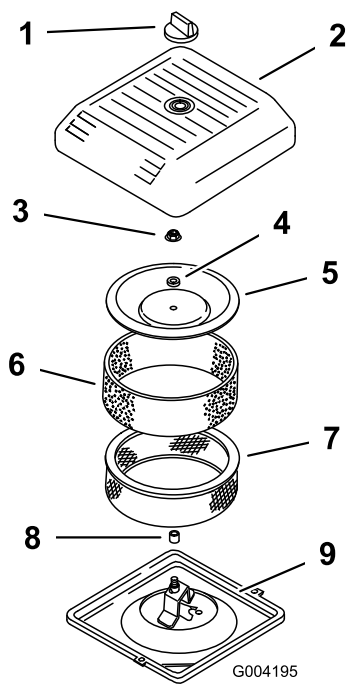

Figura 44
3. Desenrosque el pomo y retire la tapa del limpiador de aire (Figura 44).
4. Deslice cuidadosamente el prefiltro de gomaespuma para separarlo del elemento de papel (Figura 44).
5. Desenrosque la tuerca de la tapa y retire la tapa, el espaciador y el filtro de papel (Figura 44).
2. Coloque el conjunto del limpiador de aire sobre su base (Figura 44).
3. Instale la tapa y el espaciador y fíjelos con la tuerca de la tapa (Figura 44). Apriete la tuerca a 11 N·m (95 pulgadas-libra).
4. Instale la tapa del limpiador de aire y sujétela con el pomo (Figura 44).